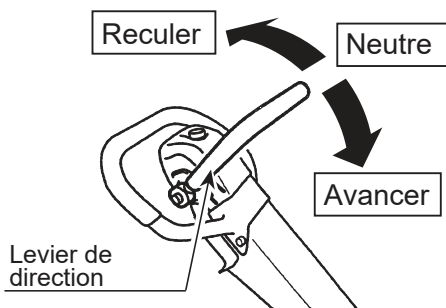

Figure 21. Levier de direction
3. Utiliser le levier de direction pour faire avancer ou reculer la machine (Figure 21). Quand le levier de direction est poussé vers l'avant, la machine avance. Quand il est tiré vers l'arrière, la machine recule.